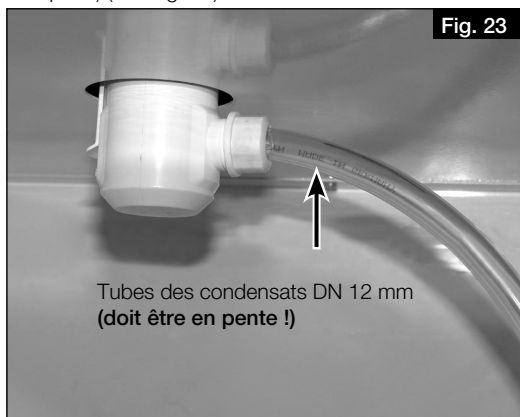

Fig. 23
6. Raccorder le tube des condensats (longueur max. 1,5 m) au système d'évacuation des eaux usées du bâtiment (à un siphon) (voir Fig. 23).